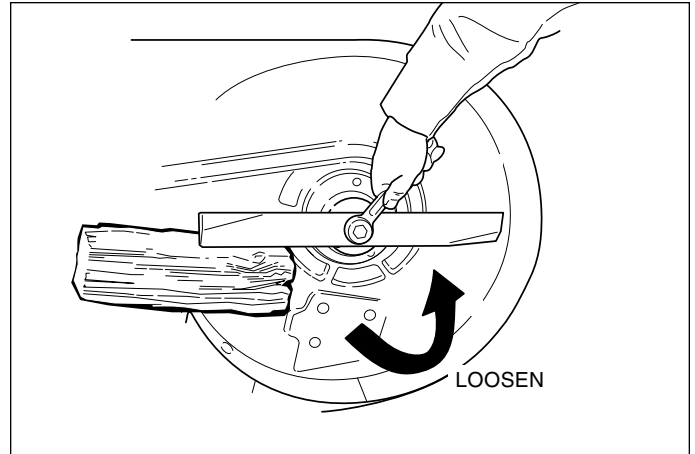

Figure 19. Dépose de la lame
2. Pour déposer une lame afin de l'affûter, la bloquer avec une cale en bois pour l'empêcher de tourner et desserrer la vis de fixation (voir la Figure 19).